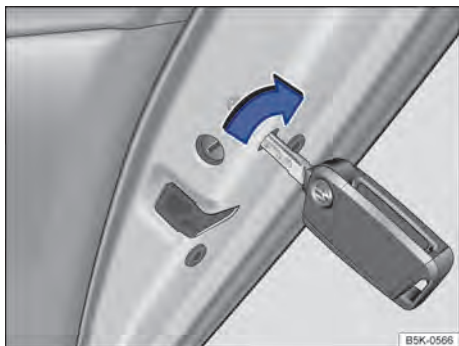

Fig. 54 Cierre de emergencia del vehículo con la llave del vehículo.
- Introducir la paleta de la llave en la ranura → **fig. 54** y girarla.